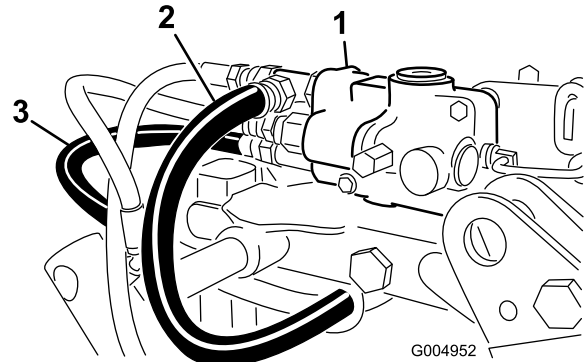

Figure 12
8. Acheminez et branchez les flexibles de pression et du réservoir hydraulique au distributeur (Figure 12).